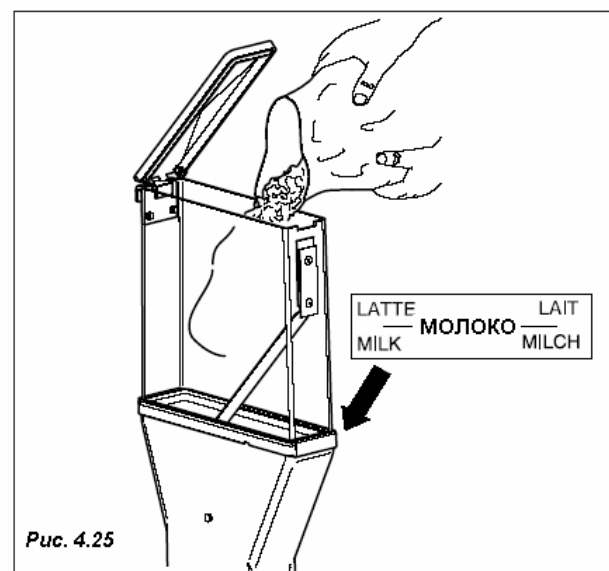

Рис. 4.25
- Снимите крышку с каждого контейнера и загрузите продукты в соответствии с этикетками на контейнерах (Рис. 4.25).